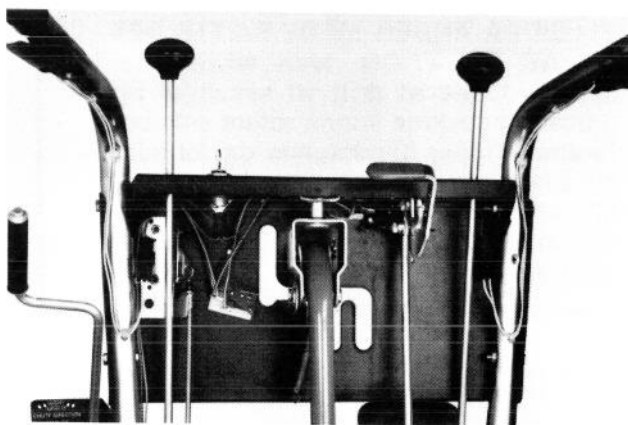

Fig. 27
1. Smør det U-formede beslag under kontrolpanelet med et par dråber olie (Fig. 27). Tør overflødig olie af.